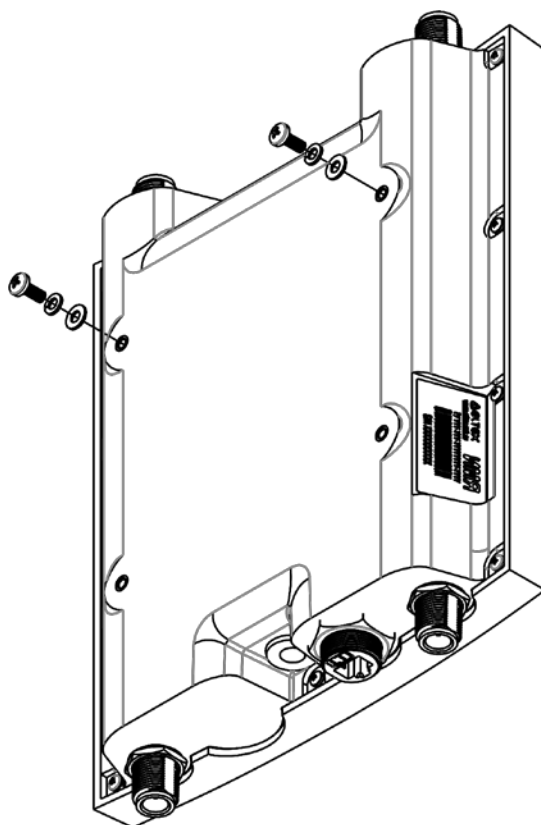

Рисунок 9 – Крепление винтов к устройству
- b. В верхние крепежные отверстия на корпусе WOP-2ac установите шайбы и винты DIN7985 M6. Винты не нужно закручивать до конца, оставьте зазор минимум 3 мм, рисунок Рисунок 9.